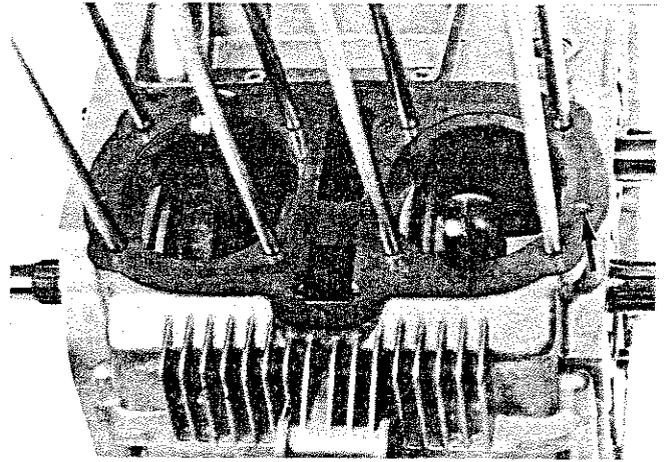

Fig. 66
1) Montare la guarnizione di base dei cilindri prestando attenzione a non ostruire il foro di passaggio dell'olio (Fig. 66).
1) Install the cylinder base gasket taking care not to obstruct the oil hole (Fig. 66).